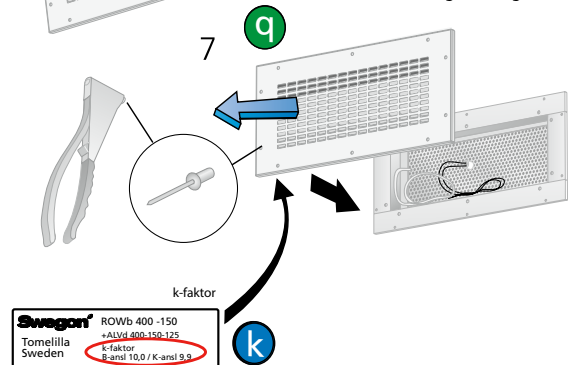

Abb. 2. ROW + ALV.
- Montage mit ALV, siehe Seite 2, Abb. 2.
Die Einregulierung muss nach Montage der Strahlkomponente erfolgen. Zur Messung werden die Klappenstellvorrichtung und der Messschlauch durch die Perforierungen geführt. Ein Manometer wird an den Messschlauch angeschlossen. Mit Hilfe des K-Faktors des Auslasses kann der gewünschte Einregulierdruck ausgerechnet werden. Nach Festlegung der Klappenposition werden die beiden Klappenschnüre in einem sog. Einregulierknoten verbunden, um die Klappenposition anzuzeigen. Danach werden die Schnüre an den Verschlusschrauben im Luftverteilungsbalken befestigt. Siehe Abb. 2.
Der Luftauslass wird bei Bedarf mit lauwarmem Wasser mit Zusatz von Geschirrspülmittel bzw. alternativ mit Staubsauger und Bürste gereinigt. Das Kanalsystem kann zum Reinigen durch Ausbohren der Stahl-Blindnieten und anschließendem Herausziehen der Strahlkomponente aus ihren Federbefestigungen erreicht werden. Bei Verwendung des Anschlusskastens ALV wird der Akustikbalken herausgezogen, das Verteilungsblech zur Seite geklappt und die Klappe aus ihrer Befestigung am Einlass herausgedreht. Siehe Abb. 2.